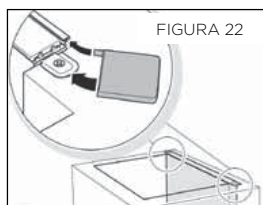

FIGURA 22
- Coloque las tapas laterales en los soportes de montaje de la parte superior de la encimera y bloquéelas. (FIGURA 22).